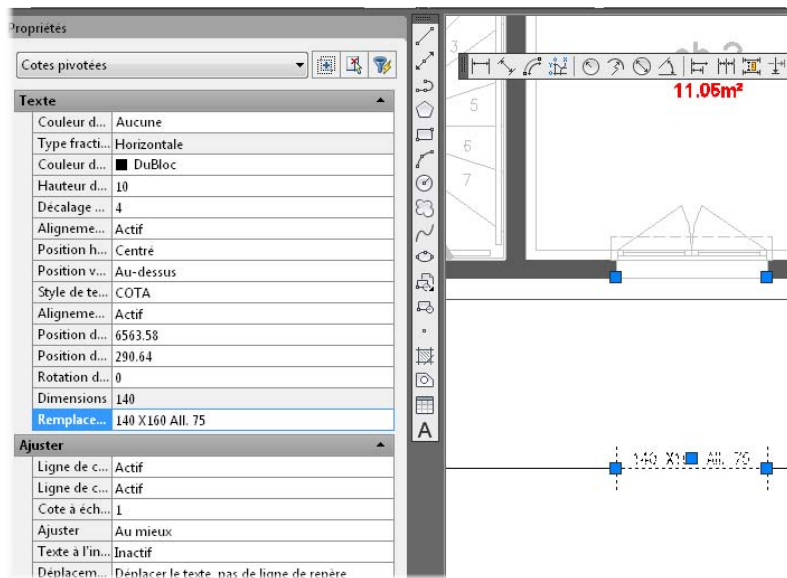

Figure 5.54
- Double-cliquez sur la cote de l'ouverture du mur. Vous allez « forcer » le texte de la cote afin d'indiquer les dimensions globales de l'ouverture (hauteur, largeur, allège). Un menu Propriétés s'affiche à gauche de l'écran. Ce menu inclut tous les paramètres personnalisables de la cote sélectionnée. Allez dans le menu Texte, puis indiquez le texte à remplacer à la ligne correspondante (voir Figure 5.54).